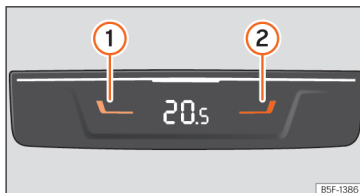

Fig. 116 Na parte traseira da consola central: comandos para os lugares traseiros.
- Pressione os botões ① e ② >>> Fig. 116 para ajustar a temperatura da zona posterior.